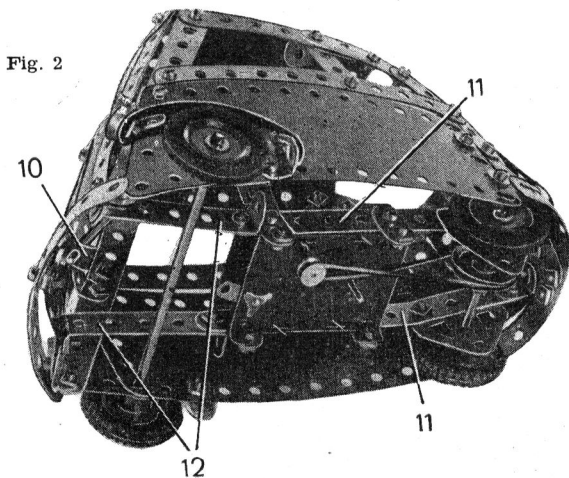

Fig. 2
Un Moteur « Magic » (fig. 2) est fixé par quatre supports plats sur deux bandes de 11 trous (11). Les bandes (11) sont fixées à l'arrière de la voiture par deux équerres, après avoir été légèrement coudées. L'autre extrémité des bandes (11) est réunie à l'avant de l'Isetta par deux bandes coudées de 60×12 mm (12). L'essieu arrière est une tringle de 6 cm qui tourne dans deux embases triangulées plate boulonnée sur les ban-